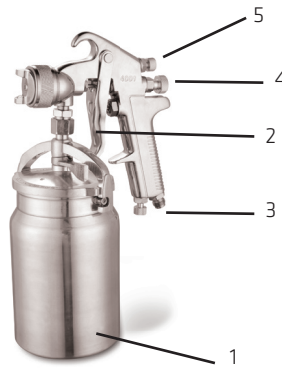

Figura 1
- Filtre o material para colocá-lo na caneca (Figura 1 – Item 1) utilizando filtro específico.
- Ajuste o compressor de ar para uma pressão de 40 a 65 lbs e engate a mangueira na pistola. (Figura 1 – Item 3). Garanta que a pressão não ultrapasse 70 lbs.
- Feche totalmente (vire à direita) o parafuso regulador de tinta (figura 1 – item 4).
- Vá abrindo a regulador (vire à esquerda) e acionando o gatilho (figura 1 – item2) até encontrar o jato desejado.
- O parafuso regulador do leque (Figura 1 - Item 5) serve para ajustar a configuração de pulverização. Fechado totalmente para a direita projetará um jato cilíndrico. A medida que são dadas voltas para a esquerda, o jato assume uma forma oval cada vez mais larga, até ficar praticamente redonda..